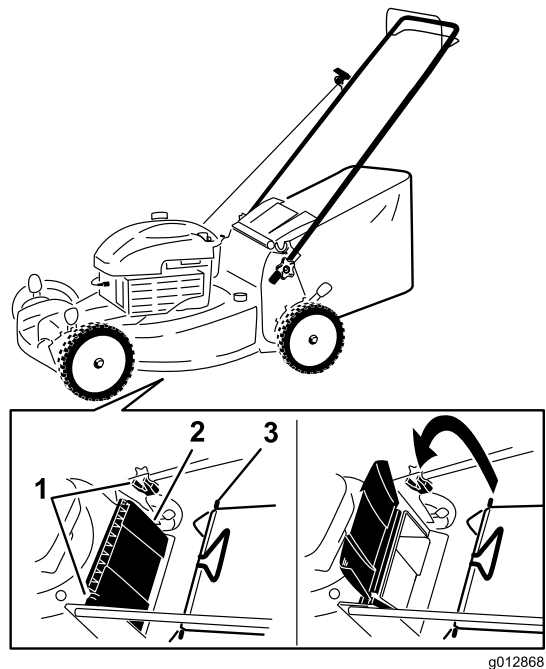

Figura 13
1. Levante y sujete el deflector trasero (Figura 13).
2. Instale la bolsa de recortes, asegurándose de que los pasadores de la bolsa descansan en las muescas del manillar (Figura 13).